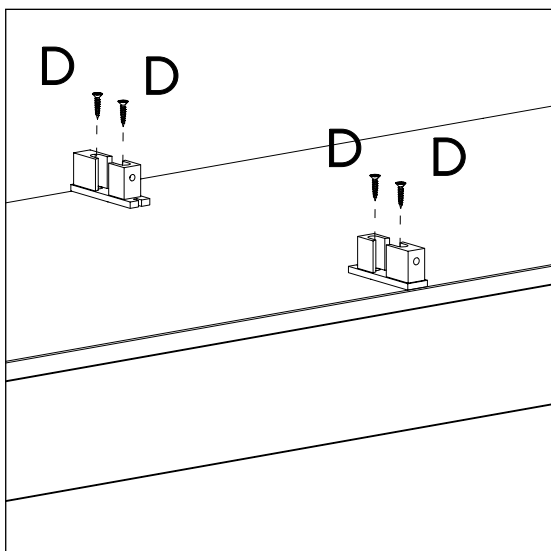

РИС. 1
Закрепите торцевой соединитель SPC-02 на дно и крышу изделия при помощи саморезов (D) 3x19 РИС. 1.